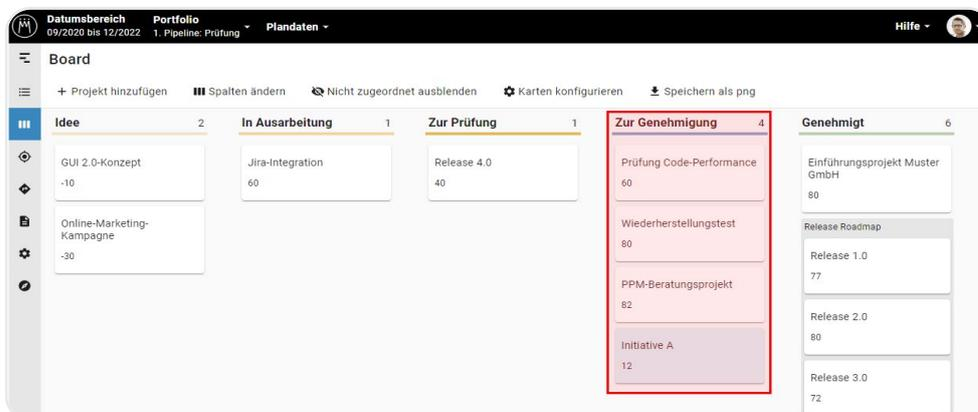

Abbildung 8: Im zweiten Teil des Pipeline-Review-Meetings werden die geprüften Projekte gegenseitig priorisiert.
Schritt 5: Im zweiten Teil des Meetings priorisieren Sie die Projekte in der Spalte „Zur Genehmigung“ gegenseitig (siehe Abbildung 8). Die in den Projekten angezeigten Projektwerte, die sich nach den festgelegten Kriterien ableiten, helfen Ihnen bei der Priorisierung.